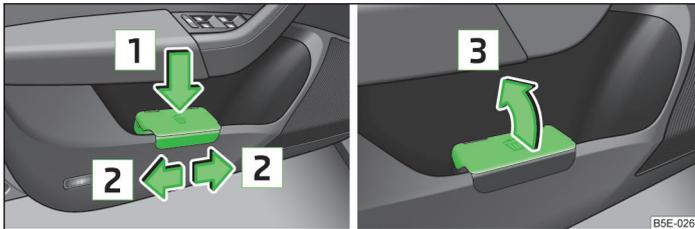

Abb. 67 Abfallbehälter / Abfallbehälter öffnen
- » Den Abfallbehälter im hinteren Bereich in Pfeilrichtung  » Abb. 67 eindrücken.
- » Den Abfallbehälter entgegen der Pfeilrichtung  » Abb. 67 herausnehmen.
- » Den Abfallbehälter in Pfeilrichtung  » Abb. 67 öffnen.